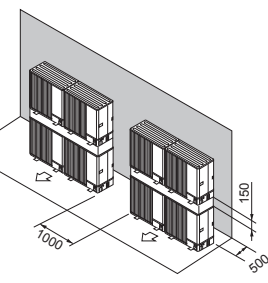

Fig. 2-19
⑦ Aranjare: unități suprapuse (Fig. 2-19)